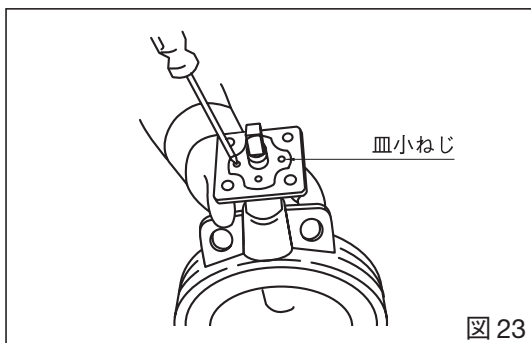

図 23
3. 皿小ねじの取り外し：上部弁棒の抜け止めブッシュ、Oリングを固定している皿小ねじを外します。この時、圧力だまりを避けるため、少しずつ緩めてください。(図23)